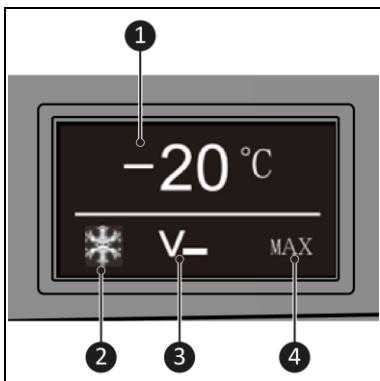

Figura 4
- Temperatură (Figura 4, poziția 1) arată temperatura setată sau curentă în interiorul aparatului (Celsius sau Fahrenheit).
- Răcire (Figura 4, poziția 2) arată dacă aparatul se răcește în mod activ.
- Protectia bateriei (Figura 4, poziția 3) arată modul de protecție a bateriei selectat în prezent (ridicat, mediu sau scăzut).
- Capacitate de răcire (Figura 4, poziția 4) arată capacitatea de răcire (MAX sau ECO).